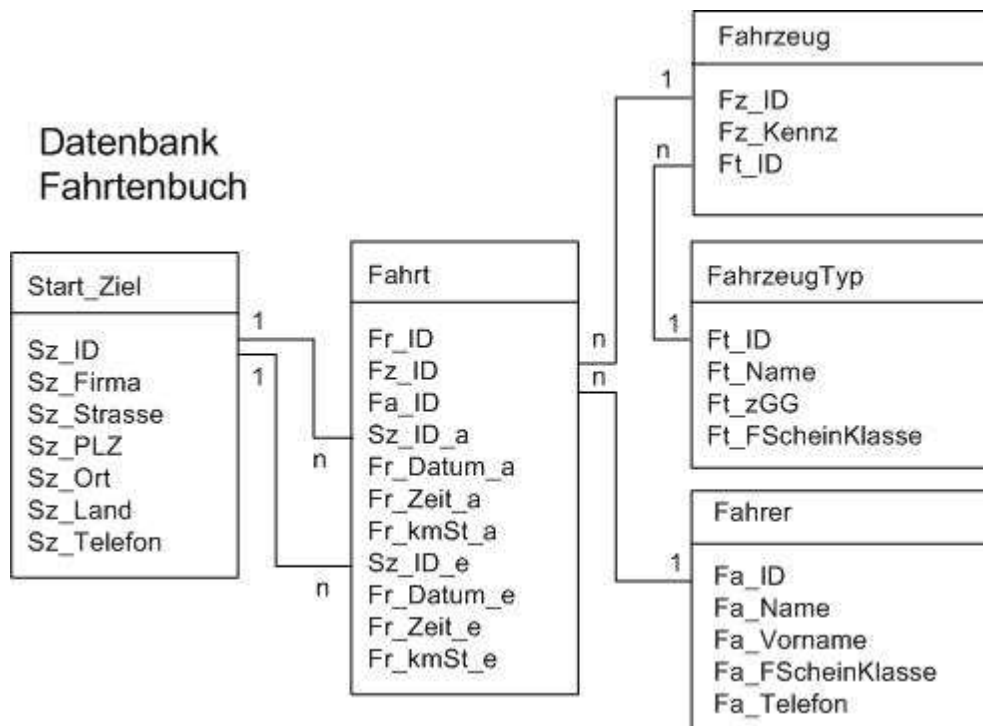

Abbildung 2.2: Datenbank „Fahrtenbuch“
2.3 Nach der Umstellung der Datenorganisation (s. Aufgabe 2.1) verfügt LogPoint für den Arbeitsnachweis der Fahrer über eine Datenbank „Fahrtenbuch“ (Abbildung 2.2):